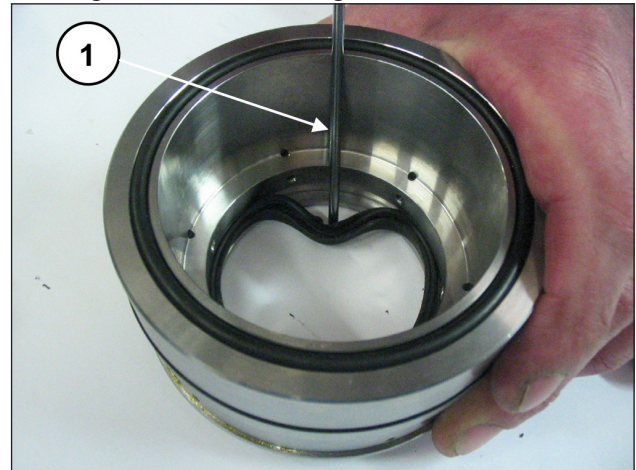

Abb. 193
Zur Abnahme der ND-Dichtung müssen Sie eine Fühlerlehre oder ein ähnliches Werkzeug verwenden, das den Sitz des Dichtungshalters nicht beschädigt (Pos. ①, Abb. 193).